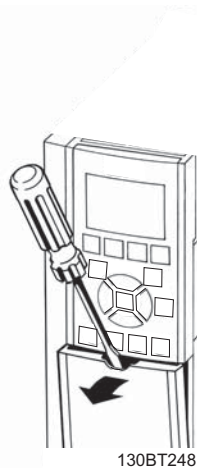

Рисунок 2.17 Доступ к подключению элементов управления в корпусах A2, A3, B3, B4, C3 и C4
- Снимите крышку доступа с помощью отвертки. См. Рисунок 2.17.